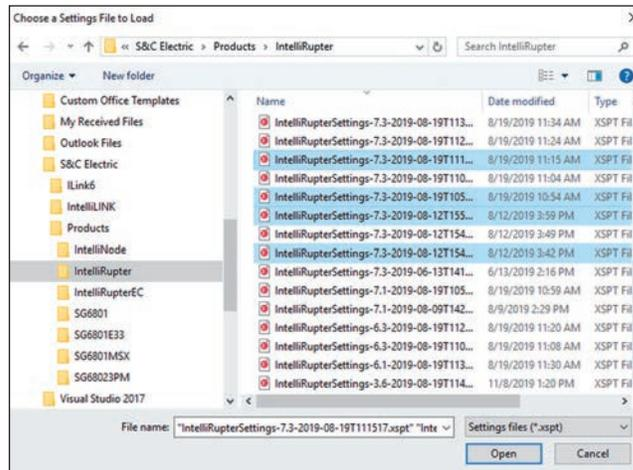

Figura 54. Aparece la ventana de diálogo Elegir un Archivo de Ajustes para Cargar.
PASO 4. Pulse la tecla <Enter> del teclado para ejecutar el script. Se abrirá la ventana de diálogo Source Revision Ch... . Ver Figura 54.
PASO 6. Cuando se abra la ventana de diálogo Choose a Settings File to Load (Seleccionar un Archivo de Ajustes para Cargar), busque la carpeta que contenga los archivos .xspt del interruptor de fallas IntelliRupter con base en la selección de archivos realizada en el Paso 5. Seleccione el(los) archivo(s) que desea convertir y haga clic en el botón **Open (Abrir)**. Ver Figura 54.